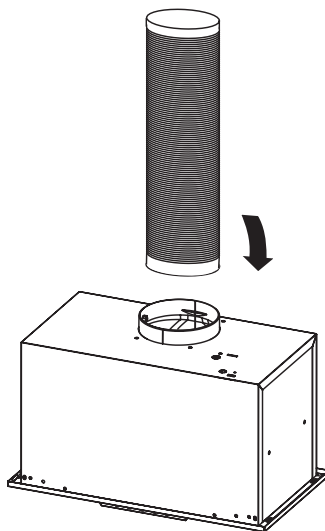

Рис. 5
4. Присоедините воздуховод к адаптеру (Рис. 5), выведите другой конец воздуховода в вентиляционную